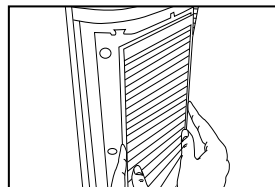

Fig. 3
3. Los filtros HEPA estará apoyado dentro de la unidad. Asegúrese de que los filtros se encuentre bien apoyado dentro de la unidad. Fig. 3